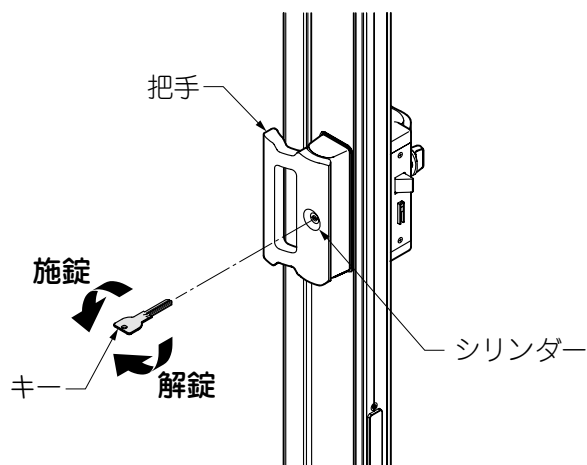

図3-1 シリンダーが左側にある場合
(1) 道路側 ※キーで施錠・解錠するには、図3-1、2にしたがって操作します。